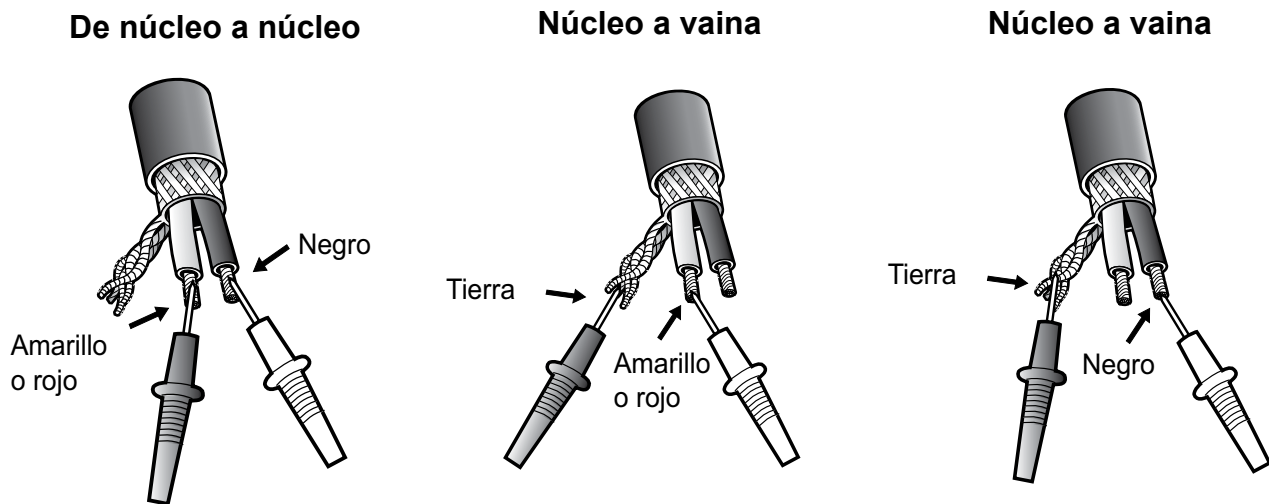

Figura 9. Puntos de fijación para las lecturas de ohmios
Deben tomarse tres (3) lecturas de ohmios para cada cable de calefacción por suelo radiante WarmlyYours TempZone™ en cada etapa de la instalación y registrarse en la tabla de la tarjeta de garantía de la sección 10. Consulte la Figura 9 para obtener instrucciones sobre cómo colocar el óhmetro para tomar cada tipo de lectura.